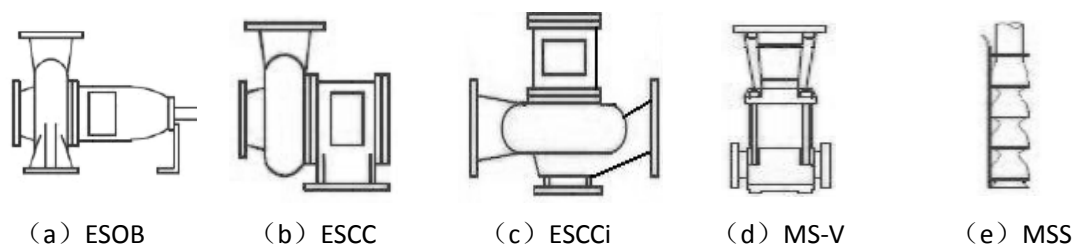

图 6 水泵类型的划分
- (3) BEP: 高效点，在水泵性能曲线上效率最高的一点。
- (4) PL: 小流量点（部分载荷点），流量为高效点流量 75%时的工况点。
- (5) OL: 大流量点（大流量点），流量为高效点流量 110%时的工况点。
- (6) 计算 MEI 时水泵类型的划分，共 5 种类型，如图 6 所示：
ESOB（End suction own bearing）泵头中带有轴承的端吸泵，如图 6（a）所示
ESCC（End suction close coupled）直连式端吸泵，如图 6（b）所示
ESCCi（End suction close coupled inline）直连式端吸管道泵，如图 6（c）所示
MS-V（Vertical multistage）立式多级泵，如图 6（d）所示
MSS（Submersible multistage）潜水多级泵，如图 6（e）所示